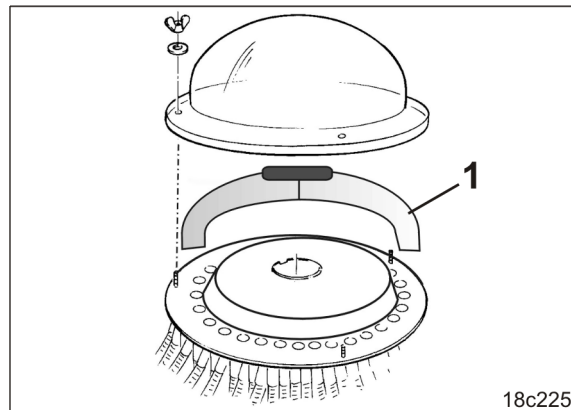

Fig. 171
1. Den Einsatz (Fig. 171/1) im Verteilerkopf so montieren, dass die Saatgutzufuhr zu den Scharen einer Maschinenhälfte unterbrochen wird.